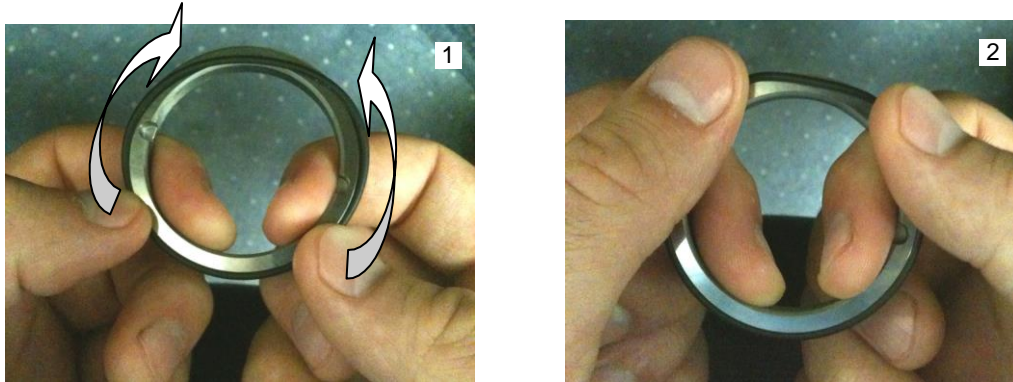

Figura 29: Instalando el O-ring rotativo
- 3) A continuación instale el o-ring rotativo en el sello rotativo estirándola (sin rodar) sobre el sello giratorio (Figura 29)